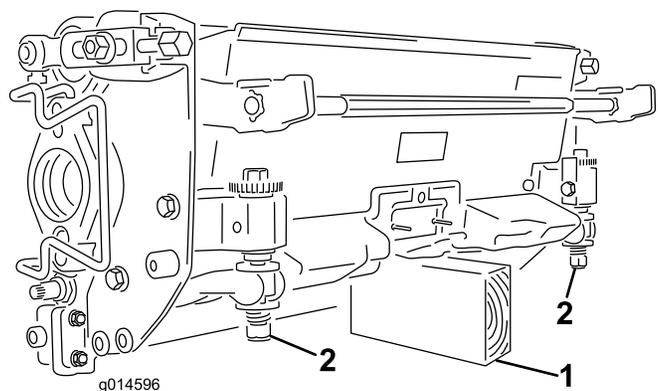

Рисунок 41
**Внимание:** Если необходимо наклонить режущий блок, подложите опору под заднюю часть режущего блока, чтобы гайки регулировочных винтов неподвижного ножа не упирались в рабочую поверхность (Рисунок 41).